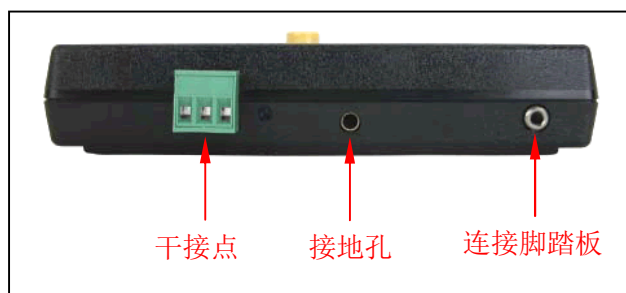

图 5: 测试表底侧面
- 3) 通过配套接地线将测试表接地（图 5 所示）
- 4) 使用配套缆线将测试表和脚踏板连接（图 5 所示）